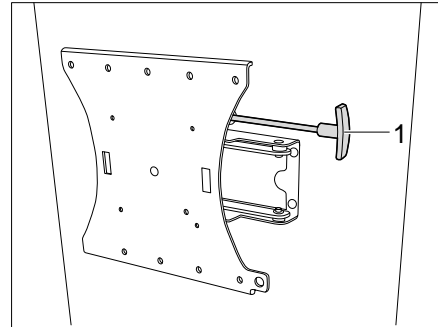

Bild 135 Halterung mit Gelenkarm (Variante 2)
- Hebel (Bild 135,1) ziehen um Flachbildschirm aus Arretierung zu lösen.
- Hebel (Bild 135,1) zur Arretierung wieder einschieben.